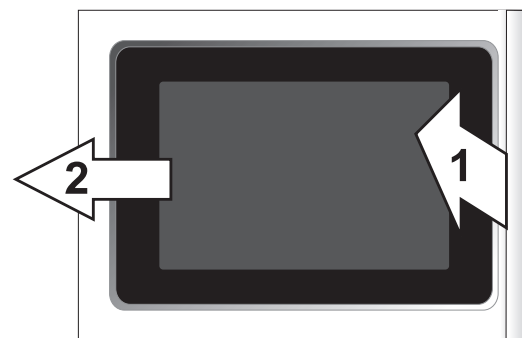

Figure 13
- 3.3.2. Pour enlever le panneau de verre, placez-vous du côté de la poignée et soulevez légèrement (d'environ 30°) cette partie vers le haut. Faites glisser l'assemblé du côté opposé de façon à dégager l'assemblé panneau de verre et poignée de la partie interne de la porte (Figure 13).